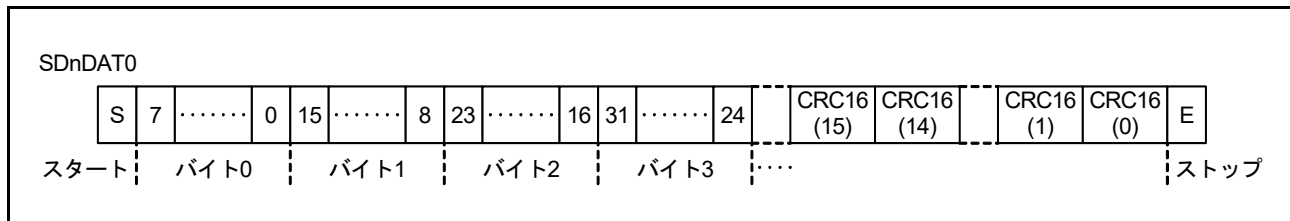
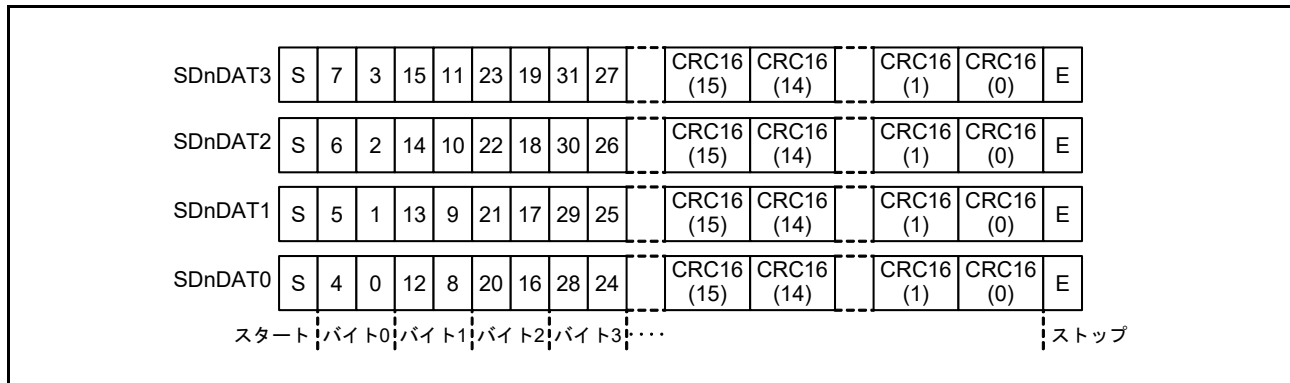
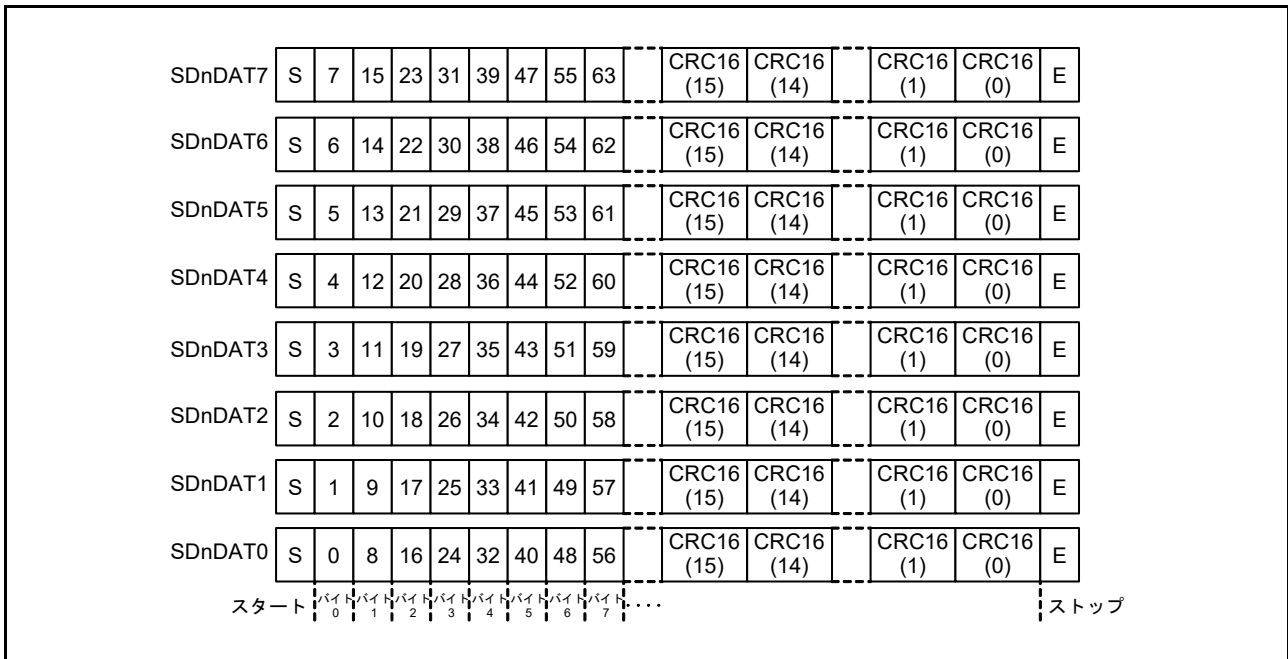

図 43.2 1 ビット幅モードの SDnDAT
図 43.3 4 ビット幅モードの SDnDAT
図 43.4 8ビット幅モードのSDnDAT
1. SD/MMC ホストインタフェースが SDnDAT 信号により SD カード/MMC からデータを受信する (図 43.2、図 43.3 および図 43.4 を参照)。